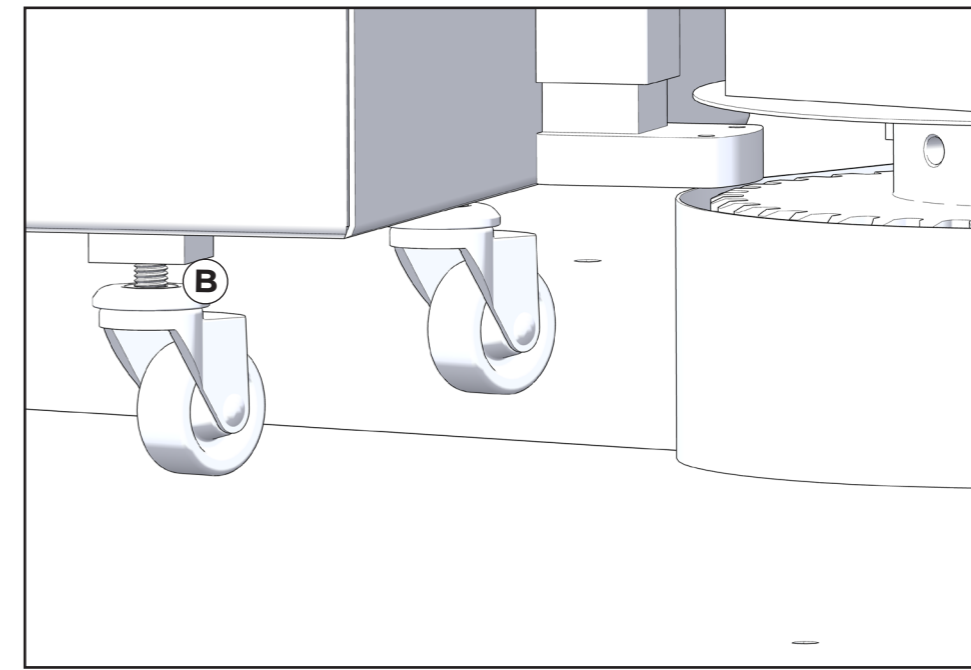

Figura 15
- ☞ Aprire le protezioni frontali, rimuovere la vasca svincolandola dal perno di trasporto (per effettuare tale operazione è sufficiente sollevarla verso l'alto) quindi rimuovere le ruote difettose svitandole dalla loro sede (posizione B figura 15).